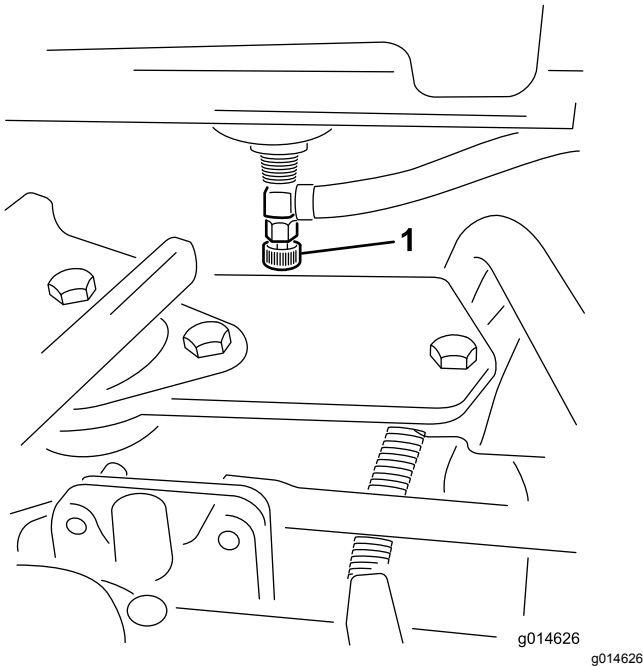

Bild 48
1. Schließen Sie den Kraftstoffhahn (Bild 48) unter dem Kraftstofftank.